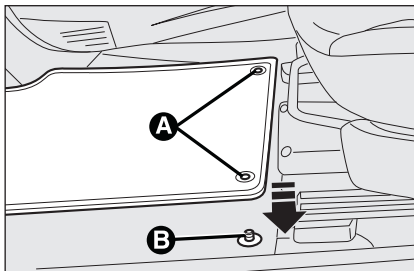

fig. 10
- posizionare il tappeto in modo che gli occhielli **A**-fig. 10 siano in corrispondenza dei sistemi di ritenuta **B** montati a pavimento;